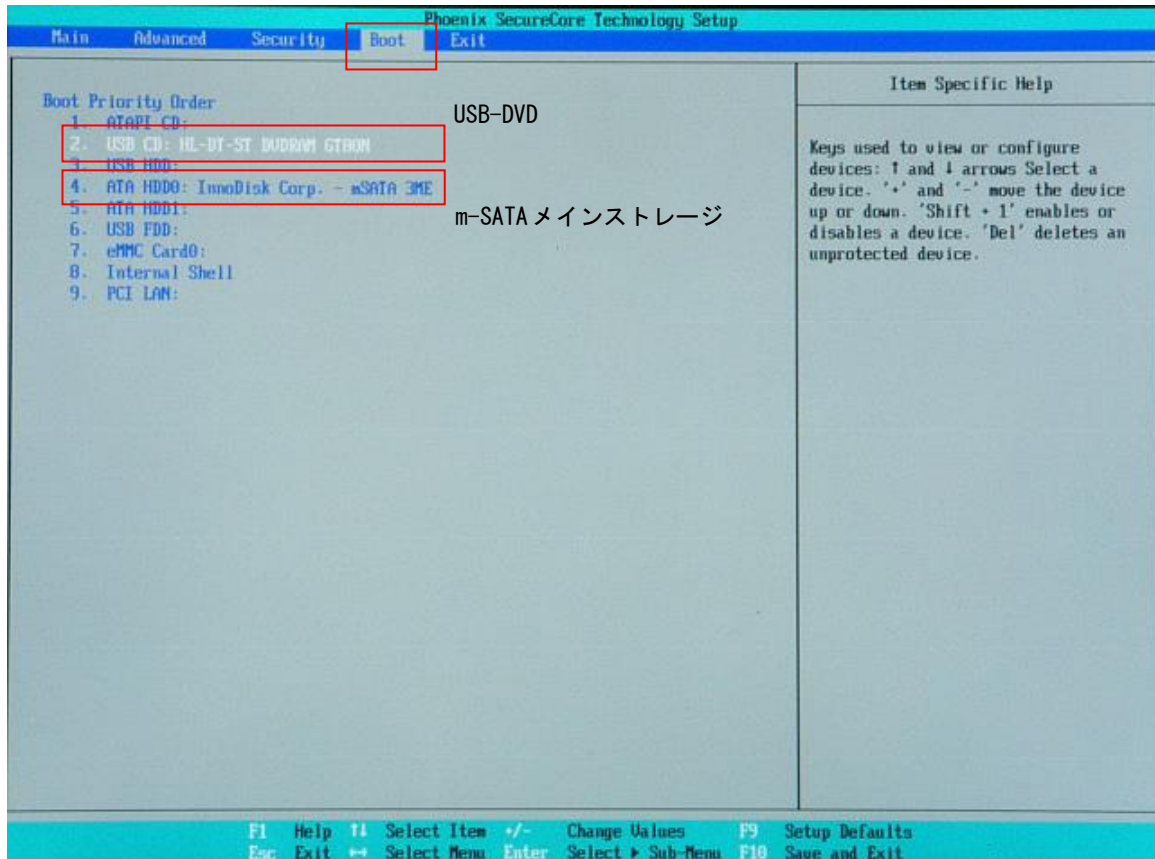

図 5-2-1-2. Boot デバイスの選択
- ⑩ [Exit]メニューを選択します(図 5-2-1-3)
- ⑪ [Exit Saving Changes]を実行し、設定を保存して終了します。